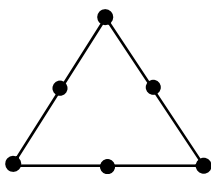

图 4.1.1 一维网格
- ◆ 一维网格 (图 4.1.1): 一维网格单元由两个节点组成，用于对曲线、边的网格划分 (主要用于杆、梁结构分析中)。